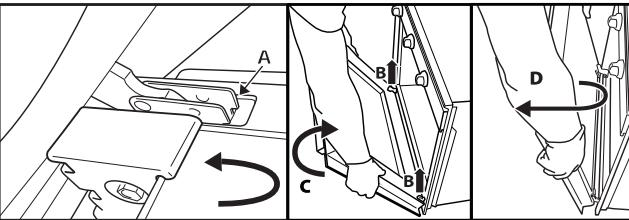

Рис. 2
- Закройте дверцу до упора (A), поднимите (B) и поверните (C) так, чтобы снять ее (D) (Рис. 2).